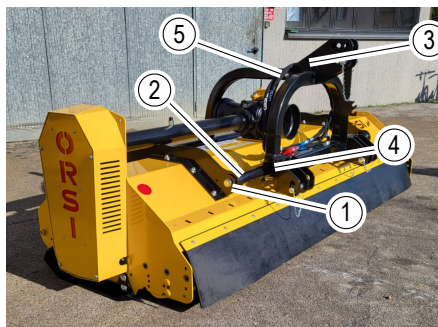

Fig.30
- Svitare le viti (1, "Fig.30") e spostare le due guide di scorrimento (2, "Fig.30")
- Sollevare il gruppo di spostamento (3, "Fig.30") fino a portarlo all'altezza delle due guide di scorrimento (2, "Fig.30")
- Inserire le due guide nella parte inferiore dell'arco di attacco (4, "Fig.30")
- Fissare il tirante posteriore tramite le apposite viti (5, "Fig.30").
- Unscrew the screws (1, "Fig.30") and move the two slide rails (2, "Fig.30")
- Lift the displacement group (3, "Fig.30") until it reaches the height of the two slide rails (2, "Fig.30")
- Insert the two guides at the bottom of the arc of attachment (4, "Fig.30")
- Fix the rear tie rod using the appropriate screws (5, "Fig.30").
- Dévissez les vis (1, "Fig.30") et déplacez les deux glissières (2, "Fig.30")
- Soulever le groupe de déplacement (3, "Fig.30") jusqu'à ce qu'il atteigne la hauteur des deux glissières (2, "Fig.30")
- Insérer les deux guides au bas de l'arc de fixation (4, "Fig.30")
- Fixez le tirant arrière à l'aide des vis appropriées (5, "Fig.30").
- Schrauben Sie die Schrauben ab (1, "Fig.30") und bewegen Sie die beiden Gleitschienen (2, "Fig.30")
- Heben Sie die Verdrängungsgruppe (3, "Fig.30") an, bis sie die Höhe der beiden Gleitschienen erreicht hat (2, "Fig.30")
- Fügen Sie die beiden Hilfslinien am unteren Rand des Befestigungsbogens ein (4, "Fig.30")
- Fixieren Sie die hintere Spurstange mit den entsprechenden Schrauben (5, "Fig.30").
- Desenrosque los tornillos (1, "Fig.30") y mueva los dos rieles deslizantes (2, "Fig.30")
- Levante el grupo de desplazamiento (3, "Fig.30") hasta que alcance la altura de los dos rieles deslizantes (2, "Fig.30")
- Inserte las dos guías en la parte inferior del arco de fijación (4, "Fig.30")
- Fije el tirante trasero con los tornillos apropiados (5, "Fig.30").
- Desparafuse os parafusos (1, "Fig.30") e mova os dois trilhos deslizantes (2, "Fig.30")
- Levantar o grupo de deslocamento (3, "Fig.30") até atingir a altura dos dois trilhos deslizantes (2, "Fig.30")
- Insira as duas guias na parte inferior do arco de fixação (4, "Fig.30")
- Fixar a haste de amarração traseira utilizando os parafusos apropriados (5, "Fig.30").